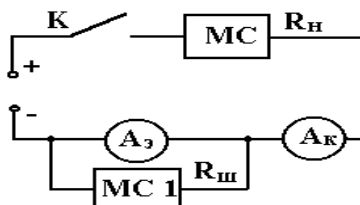

Рис. 5.3.Схема установки
На рис. 5.3 изображена схема, позволяющая изучить основные параметры зашунтированного однопредельного амперметра A_3 . В
3. Соберите схему рис. 5.3. Ручками магазина сопротивлений МС, включенного в цепь в качестве сопротивления нагрузки R_n , установите значение $R_n=1 \text{ кОм}$. На магазине сопротивлений МС1, включенном в цепь в качестве шунта, установите значение сопротивления $R_{ш}$, полученное в результате расчета по п.1. задания 2. На контрольном амперметре установите первый предел измерений $7,5 \cdot 1 \text{ мА}$.